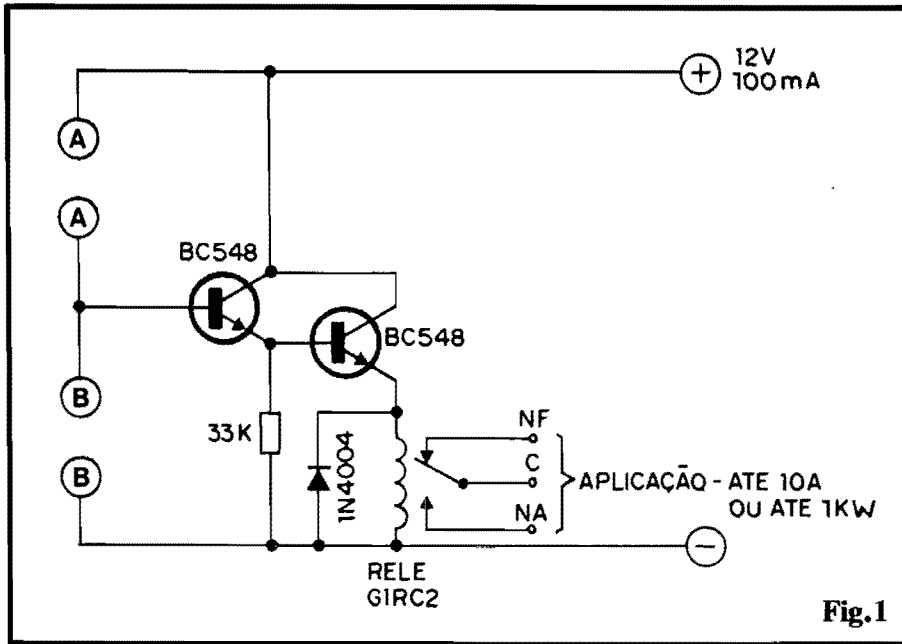

Fig.1
- FIG. 1 - DIAGRAMA ESQUEMÁTICO DO CIRCUITO - Dois transistores "manjadíssimos", de baixo custo (BC548), estão, no núcleo do circuito, arranjados em amplificador CC de super-ganho (Darlington) com a polarização principal de base obtida na junção dos "espaços" A-A e B-B... Esses dois espaços, na realização prática, serão "preenchidos" por um resistor (fixo ou ajustável) e por um capacitor... Dependendo unicamente dos valores desses dois componentes, e de qual "espaço" cada um deles ocupar, temos toda uma amplitude de possibilidades, reversíveis e ajustáveis (ou fixas...), conforme veremos com detalhes, mais adiante... Um resistor de
ferre-se às localizações dos componentes RC da rede determinadora da Temporização (rever figuras 1 e 2...). Observar com muita atenção as "possibilidades" A e B para cada resistor fixo, trim-pot ou capacitor... Não esquecer que capacitores eletrolíticos ou de tântalo são também polarizados, devendo sua colocação na placa obedecer às indicações claras a respeito... Na próxima figura, são dados mais detalhes sobre as quatro possibilidades ou "combinações" RC básicas, para se obter os diversos comportamentos já sugeridos e relacionados, em forma de diagrama, nas figs. 1 e 2... Em qualquer caso, terminadas as soldagens dos terminais dos componentes, uma boa e rigorosa conferência deve ser feita, buscando (e, obviamente, corrigindo...) erros, inversões, soldagens mal feitas, essas coisas... Apenas após obtida a certeza de que tudo está absolutamente certo, é que as "sobras" de